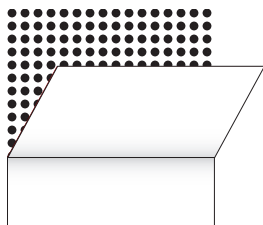

Figure 05
- › Une fois le visuel correctement appliqué sur la partie supérieure, retirer les morceaux de Tiro puis enlever progressivement le restant de liner tout en appliquant le film. (FIG. 05)